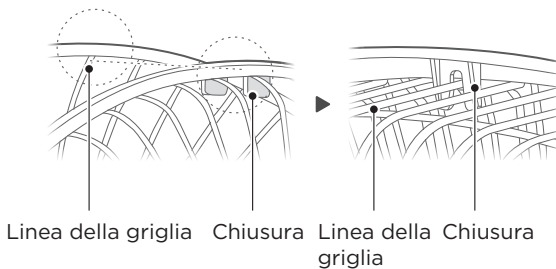

Fig.8
- 4** Allineare la linguetta della griglia anteriore con la linea superiore della griglia posteriore dall'alto verso il basso; dopo l'allineamento, osservare lo schema dal retro. (Fig. 8)